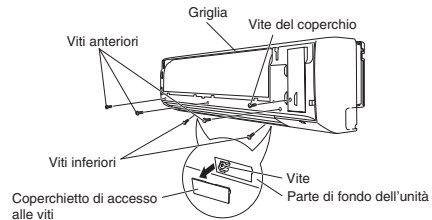

Fig. 3-83
- (3) Rimuovere le 3 viti dal lato anteriore e i coperchi coprivite ubicati sul fondo. Rimuovere quindi le 2 viti. (Fig. 3-83)
- (4) Rimuovere la vite dalla piastra di copertura destra e quindi il coperchio. (Fig. 3-83)